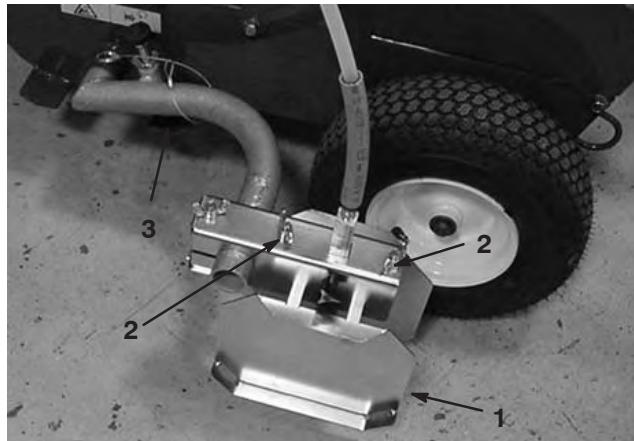

Bild 21
1. Lösen Sie die Flügelmuttern, mit denen die Sprühenschutzbleche am Arm des Spritzgestänges befestigt sind (Bild 21).
2. Bewegen Sie die Schutzbleche (Bild 21) nach innen oder außen, bis Sie die gewünschte Linienbreite erzielt haben. Stellen Sie sicher, dass jedes Schutzblech den gleichen Abstand zur Sprühdüse hat.